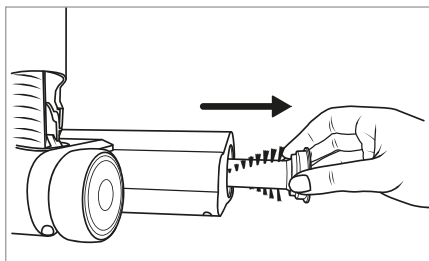

Fig. 27
- 3) Puxe o rolo de escova 20 para fora da escova para chão 21 (ver fig. 27).